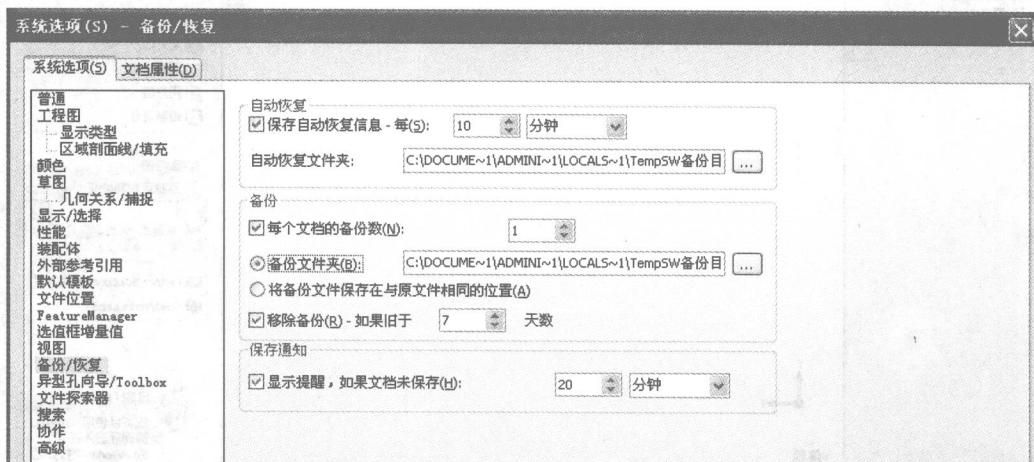

图1-9 “系统选项—普通”对话框
- (1) 执行命令。在菜单栏中选择“工具”→“选项”命令。
- (2) 设置保存目录。系统弹出如图1-9所示的“系统选项—普通”对话框，单击对话框中的“备份/恢复”选项，在右侧“备份”中可以修改保存备份文件的目录。